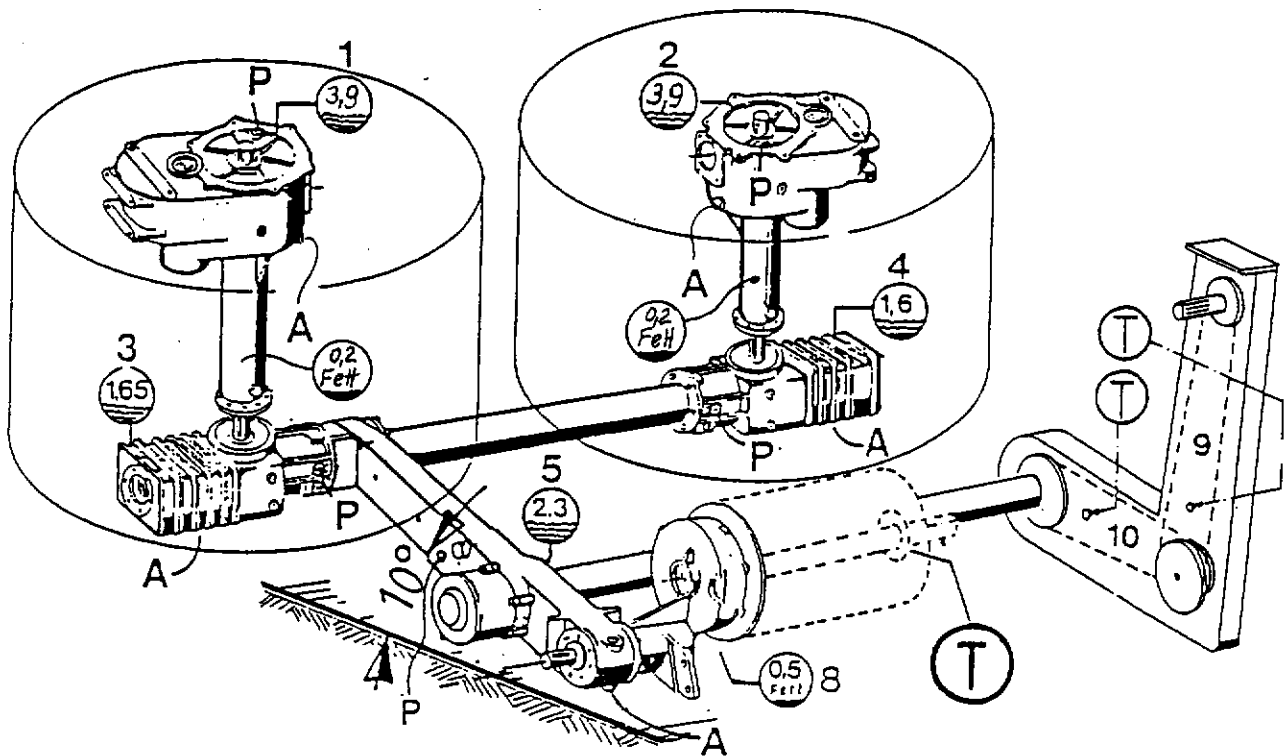

Bild 22
In den Getrieben 1 und 2, Bild 22 sind Reibflächenkupplungen eingebaut. Das Öl in diesen Getrieben ist ein Hydrauliköl Typ HL 46, DIN 51524/1
3. Im angehobenen  $10^\circ$ -Zustand wird die hintere Verschlussschraube (2 Bild 22) gelöst.
Die  $10^\circ$ -Stellung wird erreicht, indem man die vorderen Stützen unter den Blatthebern ausstellt und den Mähvorsatz absenkt. Von einer Arbeitsgrube aus ist dann die Prüfschraube P (Bild 22) zugänglich.
Die Ölstandsprüfschraube P am Getriebe 5 (Bild 22) liegt neutral, d. h. man kann auch im angehobenen  $10^\circ$ -Zustand kontrollieren.
Für die Schmierung der Kettengetriebe 9 und 10 (Bild 22) empfehlen wir Sägekettenhaftöl oder ein alterungsbeständiges Langzeitfett mit Haftschmierstoffen.
- Spannung der Ketten 9 und 10 (Bild 22) prüfen und ggf. korrigieren.